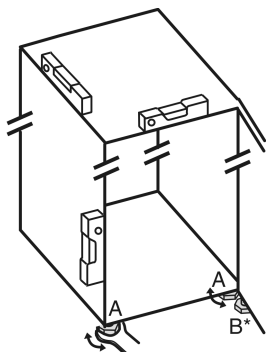

Fig. 5
- ▶ Seřizovací nožky Fig. 5 (A) vyšroubujte pomocí přiloženého vidlicového klíče a pomocí vodováhy, dokud nebude spotřebič pevně vyrovnán.
- ▶ Seřizovací nožku Fig. 5 (B) na stojanu ložiska vytáchejte pomocí přiloženého vidlicového klíče, až dosedne na zem.
- ▶ Seřizovací nožku Fig. 5 (B) otáčejte dál o 90°.